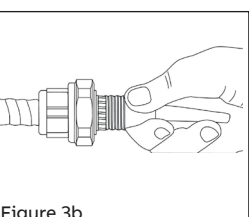

Figure 3b
- 4b Glisser la chambre d'obturation sur les conducteurs et le bouchon de pâte et la visser au pré-assemblage du corps jusqu'à ce qu'elle y soit bien fixée. Enlever tout excédent de pâte (Figure 3b).